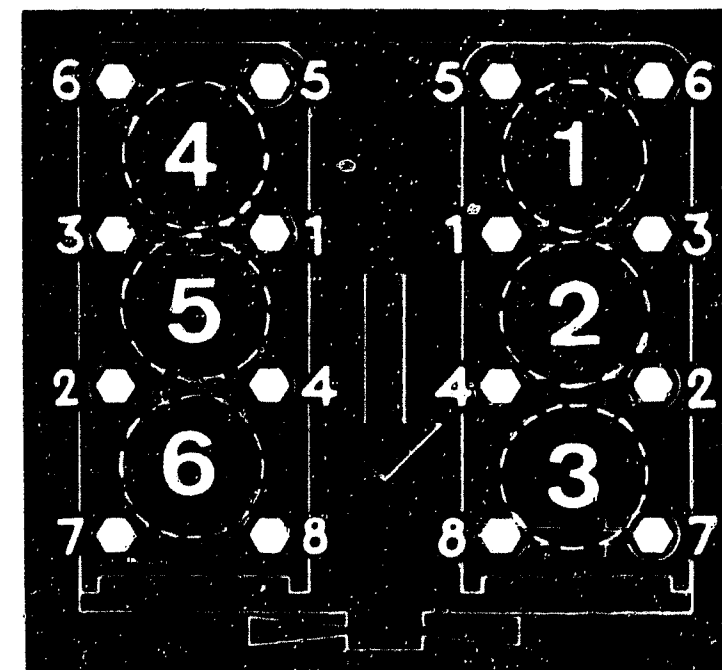

Bild 17 **B 28 V 6-Motor:** Anzugsreihenfolge der Zylinderkopfschrauben, die in zwei Arbeitsgängen (siehe Text) festzuziehen sind.
c) Die **Zylinderkopfdichtungen** sind trocken zu montieren. Alle Schrauben sind in der Anzugsreihenfolge (Bild 17) mit 60Nm anzuziehen. Nachfolgend ist jede Schraube einzeln zu lösen und mit 20Nm sowie einem anschliessenden Drehwinkel von 106° festzuziehen. Nachdem der Motor auf Betriebstemperatur gebracht wurde und während 2 Stunden wieder abkühlen konnte, ist jede Schraube um 45° weiterzudrehen.